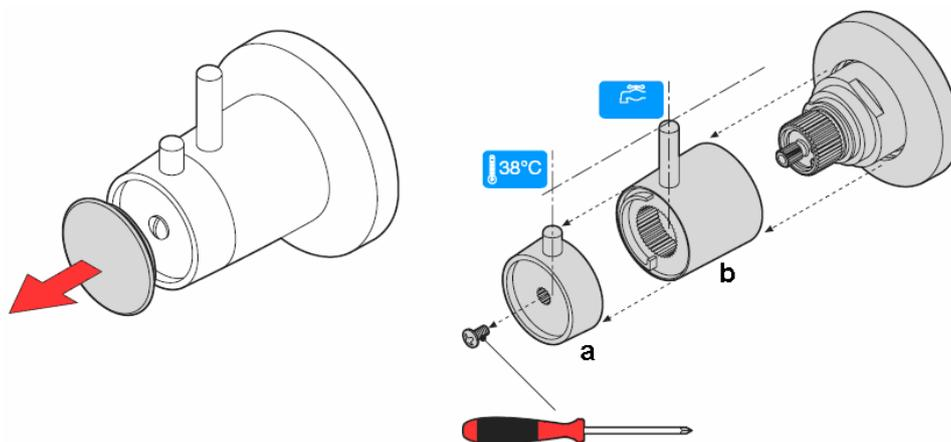

Fig.2
- 2- Una vez alcanzada la temperatura de 38°C extraer el mando de su alojamiento y lo girar fig.2 hasta que coincidan las dos palancas perpendicularmente y se introduce en su alojamiento, para conservar la posición original.
- 2- Una vez alcanzada la temperatura de 38°C extraer el mando de su alojamiento y girarlo fig.2 hasta que coincidan las dos palancas perpendicularmente, introducirlo posteriormente en su alojamiento para conservar su posición original.